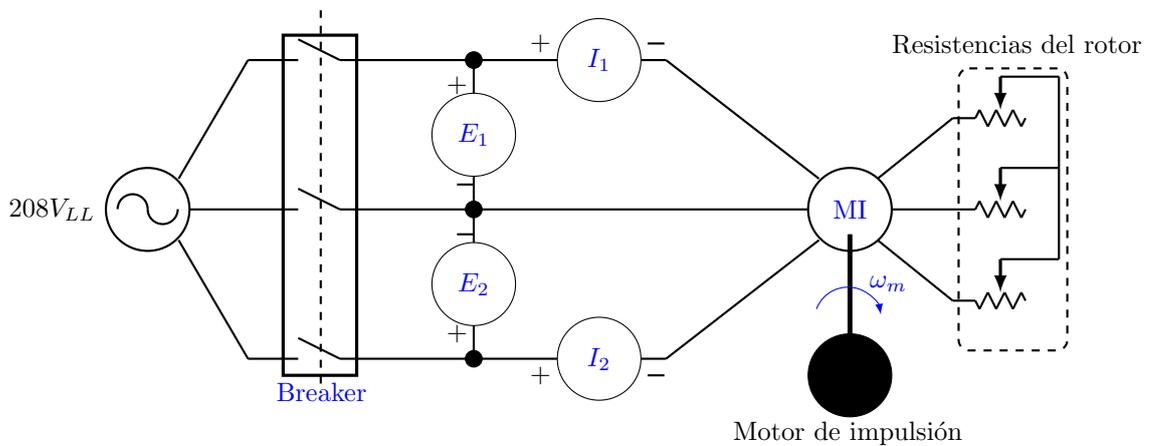

Figura 30: Motor de inducción de rotor devanado.
- Monte el circuito de la figura 30, en un grupo de *LabVolt*.
- Ahora monte el el circuito de la figura 30 con el motor de inducción rotor jaula de ardilla y repita el ítem 2.